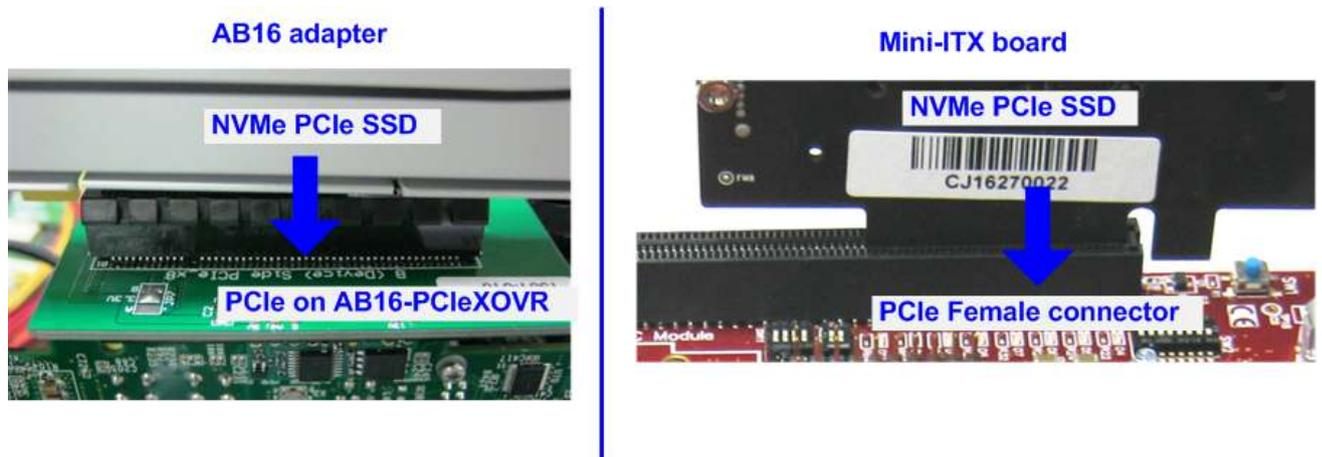

図 2-8: NVMe PCIe SSD を AB16-PCIeXOVR アダプタ半田面(B)側に装着
- 5) AB16-PCIeXOVR アダプタ基板を使うボードの場合は図 2-8 左側に示すように SSD をアダプタ基板半田面 (B)側の PCIe ソケットに接続します。Zynq Mini-ITX ボードの場合は図 2-8 右側に示すようにボード上 PCIe ソケットに直接 SSD を装着します。